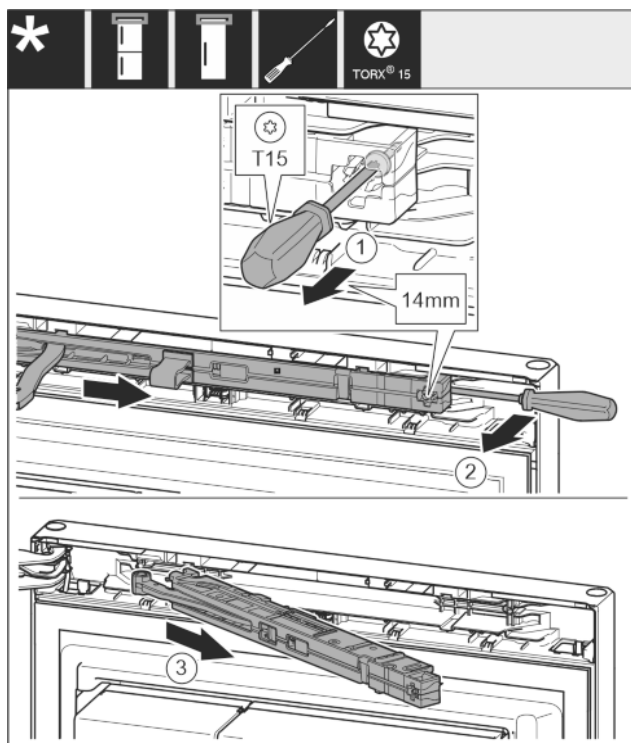

Fig. 9
- ▶ Allentare di ca. 14 mm la vite sull'unità ammortizzatore di chiusura con il cacciavite T15. Fig. 9 (1)
- ▶ Spingere con un cacciavite sul lato maniglia dietro l'unità ammortizzatore di chiusura e ruotare in avanti. Fig. 9 (2)
- ▶ Estrarre l'unità ammortizzatore di chiusura. Fig. 9 (3)